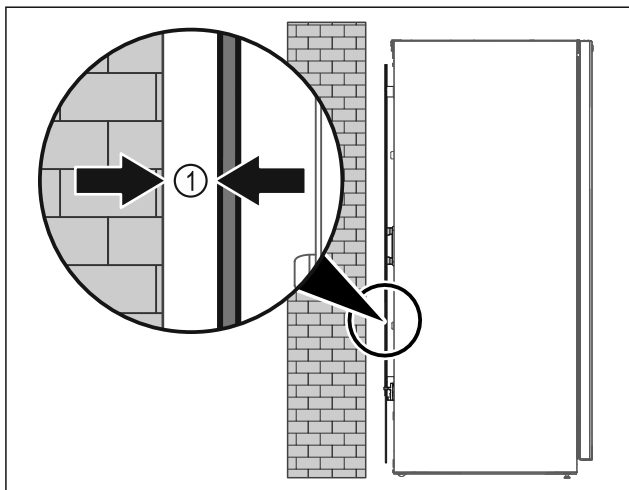

Fig. 6
► Instalați aparatul fie liber în încăpere sau direct la un perete cu o distanță minimă de 5 mm Fig. 6 (1).